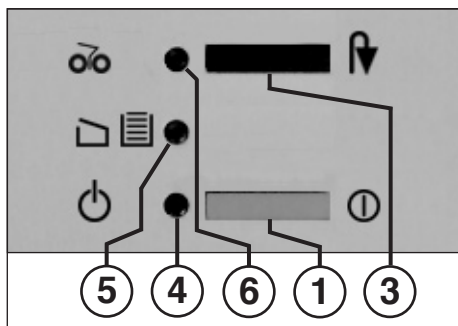

Рис. 1
#### 1 = Переключатель (рис. 1)
#### 3 = Переключатель (Рис. 1)
#### 4 = Контрольная лампочка (рис. 1)
#### 5 = Контрольная лампочка (рис. 1)
#### 6 = Контрольная лампочка (рис. 1)
- Включите машинку с помощью переключателя (1) (рис. 1). Загорается контрольная лампочка (4) (рис. 1).
При заполнении бумаг сборника прибор отключается. Контрольный индикатор "Корзина заполнена" / "Дверца открыта" (5) (Рис. 1) **мигает**. При засорении режущего механизма загорается одновременно контрольный индикатор "Засор" / "Стоп" (6). Проводите опорожнение приемного мешка следующим образом:
- Задвиньте выдвижную раму вместе с мешком внутрь измельчителя и закройте дверцу. Контрольный индикатор (5) (рис. 1) гаснет.
- Нажмите переключатель "Реверс" / "Стоп" (3). Режущий механизм измельчает остатки бумаги во входном отверстии и отключается. Контрольный индикатор (6) гаснет. После этого можно продолжить резку бумаги.
- Загорается контрольный индикатор (6) (рис. 1).
- Нажмите и **удерживайте** кнопку переключателя "Реверс" / "Стоп" (3), удалите бумагу, выходящую при этом из входного отверстия прибора.
- После удаления бумаги режущий механизм начинает вращение вперёд и измельчает остатки во входном отверстии, а затем отключается. Контрольный индикатор (6) (Рис. 1) гаснет.
**Указание:** Если удалить бумагу невозможно, то необходимо однократно нажать кнопку переключателя "Реверс" / "Стоп" (3). Режущий механизм повторяет автоматически вышеописанный процесс до полного удаления остатков бумаги из входного отверстия.
если происходит перегрузка двигателя, то он отключается. Выключите прибор с помощью переключателя (1) (рис. 1).